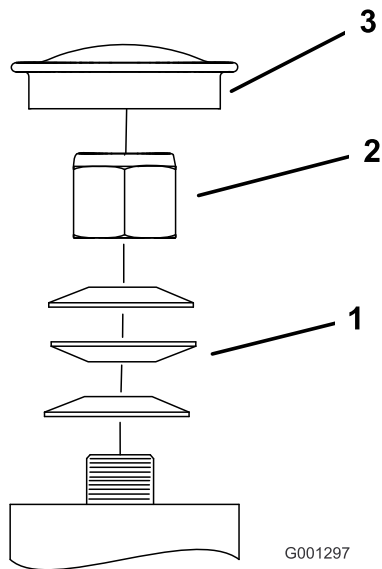

Figura 68
3. Retire el tapón guardapolvo de la rueda giratoria y apriete la contratuerca (Figura 68).
4. Apriete la contratuerca hasta que las arandelas de muelle estén planas, luego afloje 1/4 de vuelta para establecer la pre-carga correcta de los cojinetes (Figura 68).
Importante: Asegúrese de que las arandelas de muelle están correctamente instaladas, según se muestra en Figura 68.
5. Coloque el tapón anti-polvo (Figura 68).